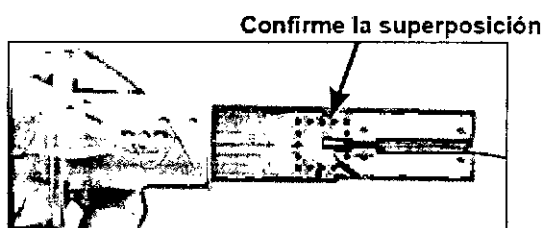

Figura 8:
e. Suelte lentamente la palanca de pulgar del cartucho del embudo, asegurándose de que cubra el extremo del alojamiento del catéter Zephyr EDC (vea la figura 8).